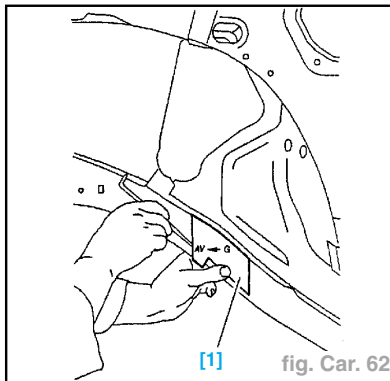

fig. Car. 62
- Pour le traçage de la coupe AR du brancard, utiliser un gabarit correspondant **[1]** (fig. Car. 62).